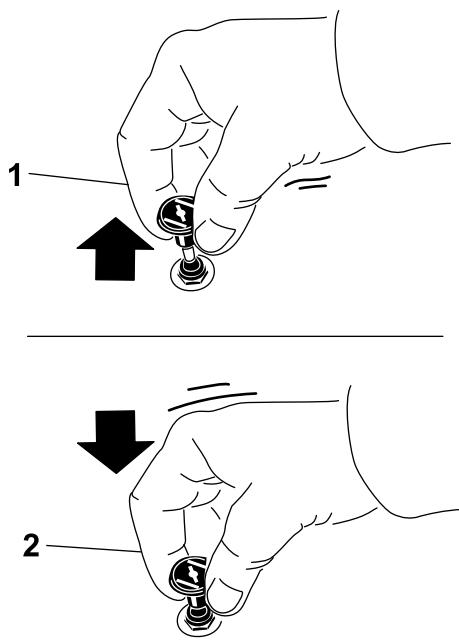

Figure 19
1. Tirez sur la commande de starter pour engager le starter avant d'utiliser le commutateur d'allumage (Figure 19).
2. Poussez sur le bouton du starter pour désengager le starter lorsque le moteur a démarré (Figure 19).